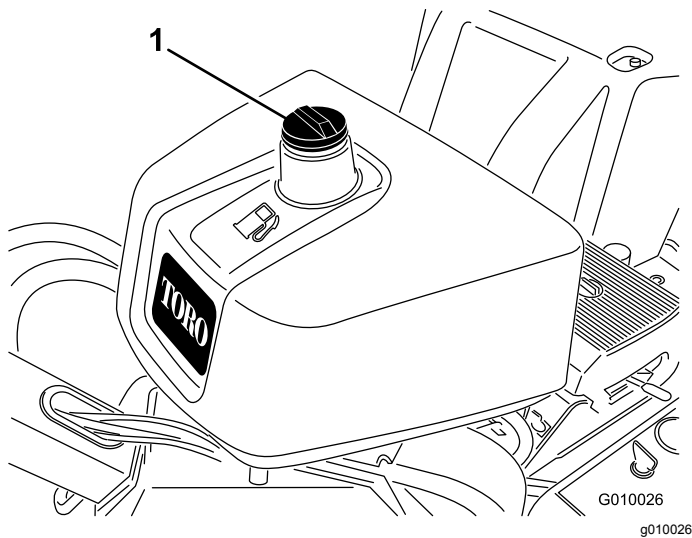

Figure 16
2. Nettoyez la surface autour du bouchon du réservoir et enlevez le bouchon (Figure 16).